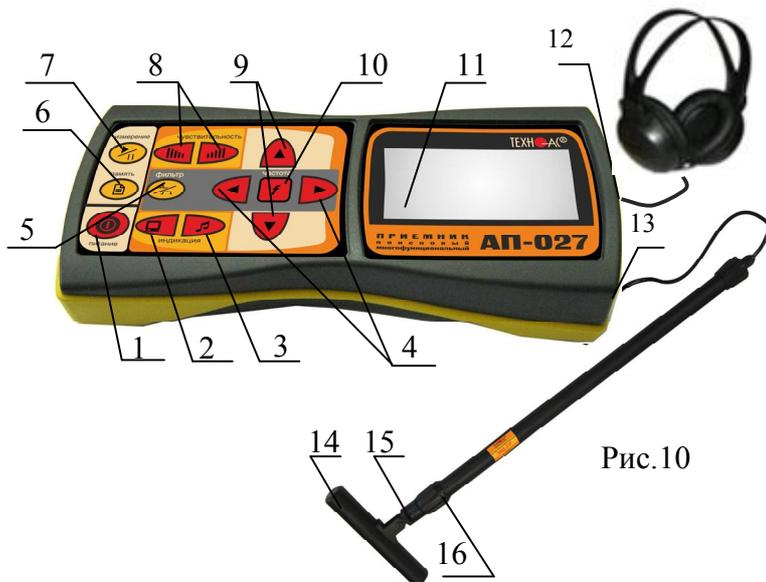
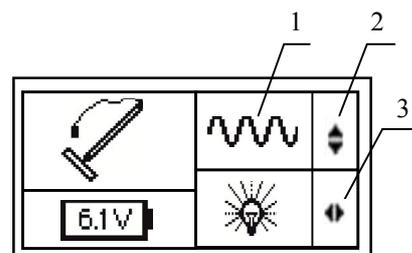
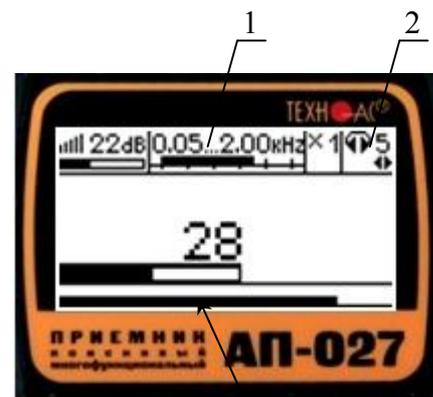

Рис.10
Рис.11
Fig.16 3
Используемое оборудование (рис.10): приемник АП-027, электромагнитный датчик ЭМД-237, головные телефоны.
Подключить к соответствующим разъемам приемника электромагнитный датчик поз.13 рис.10 и головные телефоны поз.12 рис.10 (при необходимости).
Привести электромагнитный датчик из транспортного в рабочее положение для этого: ослабить стопорную гайку поз.16, раздвинуть штангу до требуемого размера и зафиксировать стопорной гайкой. Ослабить фиксирующую гайку поз.15 и установить электромагнитную антенну поз.14 датчика в положение, используемое в трассопоиске. Горизонтальное положение (рис.10) – трассопоиск по методу максимума, транспортное положение – трассопоиск по методу минимума.
5.2.1 Включить питание приемника АП-027 кнопкой ① поз.1 рис. 10.
5.2.2 В «стартовом» окне рис.11 на индикаторе приемника проверить:
5.2.3 Проверить вид принимаемого сигнала поз.1 рис.11. Принимаемый сигнал «непрерывный \sim » выбирается автоматически. При появлении на индикаторе значка «импульсный \sim », что могло произойти в результате случайного нажатия на кнопки, следует выбрать в стартовом окне символ «непрерывный \sim » любой из кнопок $\blacktriangle/\blacktriangledown$ поз.9 рис.10. (см. подсказку поз.2 рис.11)
5.2.4 Установить необходимый уровень подсветки индикатора приемника, используя для этого кнопки $\blacktriangle/\blacktriangleright$ поз.4 рис.16 (см. подсказку поз.3 рис.11).
5.3.1 Запустить режим «измерение» кнопкой $\blacktriangleright/\parallel$ поз.7 рис.10.
5.3.2 Выбрать режим «широкая полоса» нажатием на кнопку фильтр $\blacktriangleright/\text{filter}$ поз.5 рис.10. На индикаторе появится символ широкой полосы $0,05 \dots 2,00 \text{kHz}$ поз.1 рис.12.
В случае трассировки кабеля под напряжением или трубопровода с катодной защитой выбрать частоту 100 /120 Гц, нажав кнопку «частота» f поз.10 рис.10, используя
для этого кнопки ◀/▶ поз.4 рис.10. Наблюдать за величиной выбранной частоты на индикаторе поз.1 рис.12. Например, при выборе частоты 50/60 Гц появится символ
5.3.3 Выйти из режима регулировки фильтра, нажатием кнопки «частота» **f** поз.10 рис.10. На индикаторе в зоне окна поз.1 рис.12 исчезнет указатель подсказки ◀ и появится в зоне поз.2 рис.12 (возможность регулировки звука).
5.3.4 Установить комфортную громкость звука в телефонах поз.2 рис.12 кнопками ◀/▶ поз.4 рис.10 (если кнопки не используются для регулировки фильтра).
5.3.5 Установить уровень входного сигнала кнопками «чувствительность» IIII и IIII поз.8 рис. 10 по индикатору «узкая шкала» (предпочтительно на 50...70% от максимума) поз.3 рис. 12.
5.3.6 Установить необходимый коэффициент усиления фильтрованного сигнала множителем «×1/2/4/8» нажимая на кнопки ▲/▼ поз.10 рис.10, не допуская при этом перегрузки.
протяженные трубопроводы с наведенным излучением. Для этого включить режим «измерение» кнопкой  поз.7 рис.10., выбрать режим «широкой полосы», то есть выключить фильтр кнопкой  поз.5 рис.10.
5.5.3 Для определения кабелей (из числа найденных коммуникаций), находящихся под напряжением промышленной частоты 50...60 Гц, используется режим 50...60 Гц. В этом режиме из широкого спектра сигнала выделяется лишь небольшая полоса частот с центральной частотой 50...60 Гц. Для входа в режим 50...60 Гц включить фильтр кнопкой  поз.5 рис.10, нажать на кнопку частота **f** поз.10 рис.10 и выбрать центральную частоту фильтра 50...60 Гц кнопками   поз.4 рис.10.
5.5.4 Наблюдать за величиной выбранной частоты на индикаторе поз.1 рис.16. При выборе частоты 50/60 Гц
Выйти из режима регулировки фильтра, нажатием кнопки «частота» **f** поз.10 рис.10. На индикаторе в зоне окна поз.1 рис.16 исчезнет указатель подсказки  и появится в зоне поз.2 рис.16 (возможность регулировки звука).
5.5.5 Установить комфортную громкость звука в телефонах поз.2 рис.16, для этого нажать на кнопку режима звуковой индикации поз.3 рис.10 и отрегулировать громкость кнопками   поз.4 рис.10 (если кнопки не используются для регулировки фильтра).
5.5.6 Установить уровень входного сигнала кнопками «чувствительность»  и  поз.8 рис. 10 по индикатору «узкая шкала» (предпочтительно на 50...70% от максимума) поз.3 рис. 16.